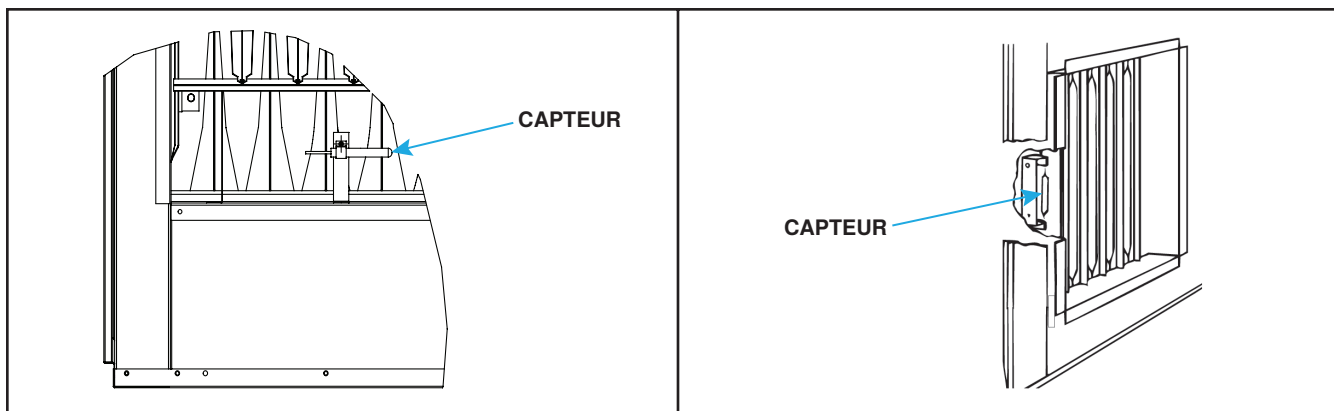

Figure 7. Lieux d'expédition du capteur capillaire
Selon l'option de contrôle des gaz, le capteur de température de l'air de refoulement est installé à l'usine ou sur le site. Les capteurs sur le site ont l'une des deux configurations suivantes : un ensemble capteur et tube de mélange ou un ensemble support de capteur et boîte de jonction. Pour les unités avec option de support de capteur et de boîte de jonction, le capteur est normalement installé sur un support dans la décharge du four pour l'expédition, mais il peut être monté dans le pied de l'armoire (voir **Figure 7**).
- (1) Avant de raccorder les conduits à la fournaise, retirez le capteur capillaire de sa position d'expédition sur la fournaise (voir Figure 7).